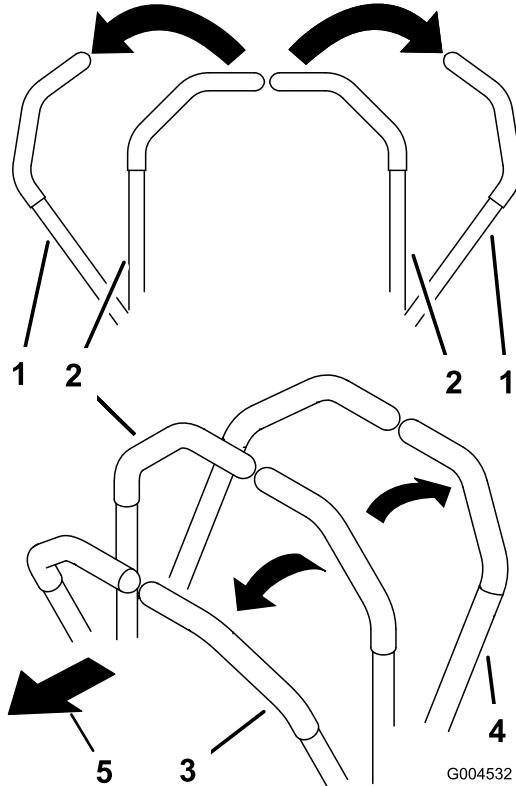

図18
1. 走行コントロールレバーをニュートラル固定位置以外の位置に動かす図 18。
- ・ 前方への直進走行両方のレバーをゆっくりと前に押す図18。
- ・ 後方への直進走行両方のレバーをゆっくりと後に引く図18。
- ・ 旋回両方のレバーを手前に引いて走行速度を落とし、曲がりたい方向と反対側のレバーを押す(図18)。